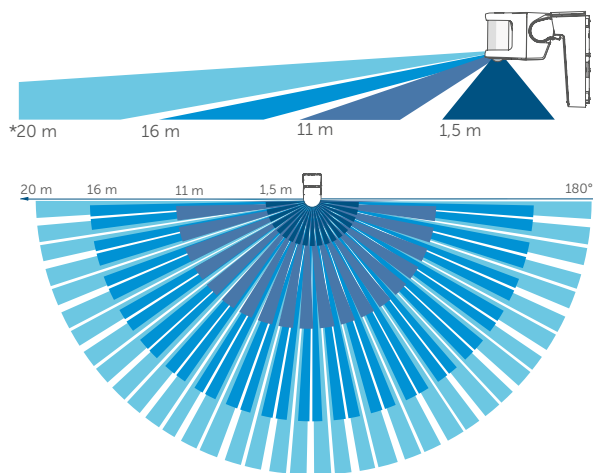

Figura 3
- i** L'obiettivo del sensore di movimento dispone di diversi livelli di rilevamento ciascuno con 12 segmenti. In tal modo con un angolo di apertura di 180° si può ottenere un raggio d'azione di max. 20 m. Il campo di rilevamento complessivo possibile è riportato nella **Figura 3**.